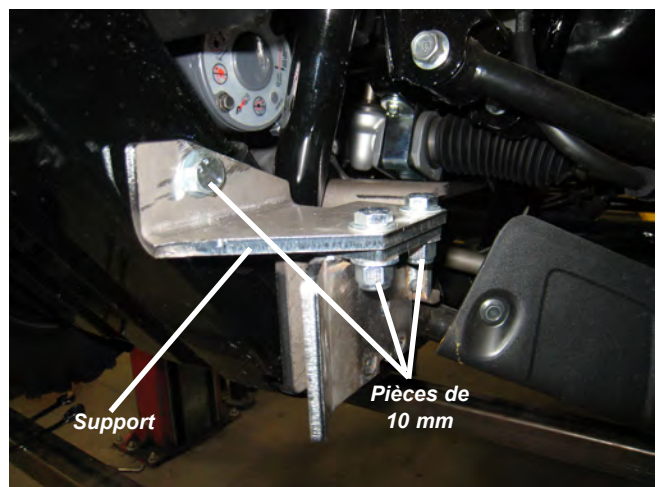

Figure 3
3. Retirez du véhicule le matériel de fixation inférieur du pare-chocs et placez les supports par-dessus le kit de montage de lame, tel qu'illustré à la figure 3. Fixez sans serrer le support au kit de montage de lame à l'aide de vis à tête à épaulement M10 x 1,5 x 30 mm, de rondelles plates et d'écrous de blocage en nylon. Deux longueurs de vis à tête M10 x 1,25 sont fournies pour le montage inférieur sur pare-chocs en fonction du type de plaque de montage de treuil. Utilisez une rondelle plate sous la vis à tête et fixez au véhicule sans serrer.